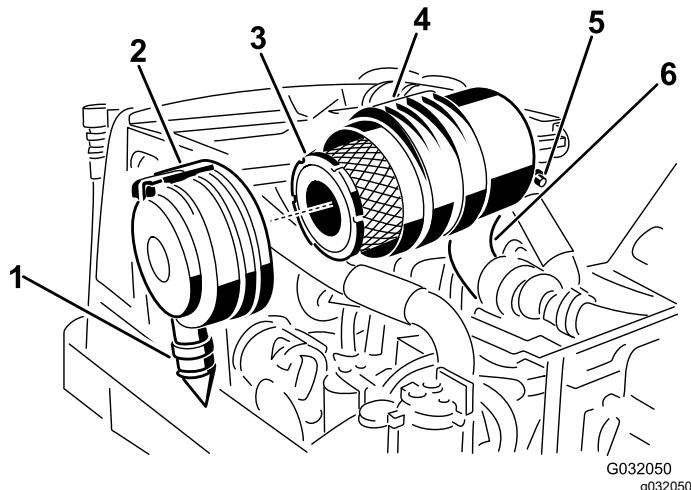

Bild 47
2. Entfernen Sie den Hauptfilter (Bild 47).
3. Wechseln Sie den Hauptfilter aus (Bild 47).
zwischen 17.00 Uhr und 19.00 Uhr (vom Ende her gesehen), und arretieren Sie den Riegel. Bild 47